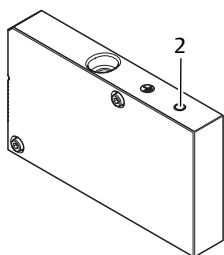

Abb. 8: FE-Anschluss
1. Verbinden Sie zur Ableitung von EMV-Störungen den FE-Anschluss (2) an der linken Endplatte über eine niederimpedante Leitung mit der Funktionserde. Siehe → Abb. 8.